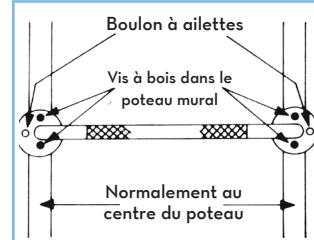

figure 1
1. Placez la barre d'appui en alignement avec les poteaux muraux et marquez l'emplacement des trous pour les vis. (L'Attachment horizontal Voit la Figure 1, l'Attachment Vertical Voit le 2 de Figure.) Quand vous avez choisi votre mode de fixation, percez un petit trou pour marquer l'emplacement où se trouve le poteau.